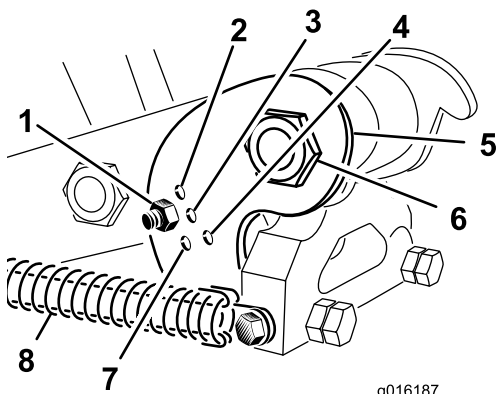

图37
根据所用打孔针的长度，将曲面支架（图37）设定到正确的位置。通过选择用螺栓固定调节杆的孔，将打孔头限位器设定到五个预先确定的位置之一。这些孔仅仅是一些预先设定；例如，在 30.5cm 的位置使用 25.4cm 打孔针，您可以达到更平滑的最终效果；取决于具体应用的需求。
3. 松开到打孔针夹头的拉簧（图37）。
4. 卸下曲面支架调节孔中的螺母和螺栓（图37）。
5. 旋转曲面支架，直至它与连杆臂中所需的孔对准，然后安装螺栓和螺母（图37）。